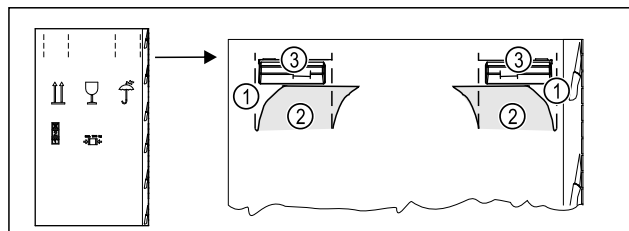

Fig. 3
- Fent, a perforálásnál Fig. 3 (1) nyomja be a csomagoló kartont.
- Húzza ki a benyomott füleket Fig. 3 (2).
- A jobb és a bal oldalon látható a hordfogantyú Fig. 3 (3).
- Tartsa meg a készüléket a hordfogantyúknál Fig. 3 (3).